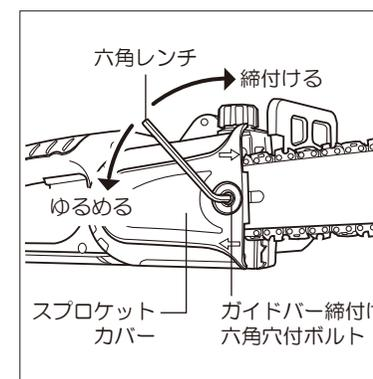
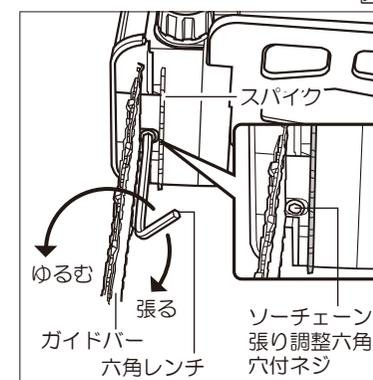
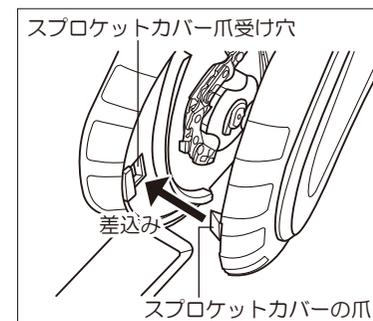

図6
図7
図14
- ①スプロケットカバーに付いているガイドバー締付け六角穴付ボルトを、付属の六角レンチでかるく左回してゆるめてください。(図6参照)
- ②ガイドバーとスパイクの間にある、ソーチェーン張り調整六角穴付ネジを付属の六角レンチで回し、ソーチェーンの張りを調整してください。(図7参照)
- ③張り調整六角穴付ネジを右に回すとソーチェーンは張り、左に回すとゆるみます。(図7参照)
- ④ガイドバーの中間でソーチェーンを指で軽く引き上げ、ソーチェーンの張りがガイドバーとソーチェーンとの間が4~5mm程度であることを確認してください。(P.8ソーチェーンの張り確認参照)
- ⑤ソーチェーンの張り調整が終わりましたら、ガイドバー締付け六角穴付ボルトを確実に締付けてください。(図6参照)
- ④ソーチェーン張り調整六角穴付ネジを付属の六角レンチで回し、軽くソーチェーンを張ってください。(ソーチェーン張り調整六角穴付きネジは、ガイドバーとスパイクの間にあります。P.10図7参照)
- ⑤スプロケットカバーをかぶせてください。
- Ⓜカバーの爪を本体の爪穴に先に差込みます。(図14参照)